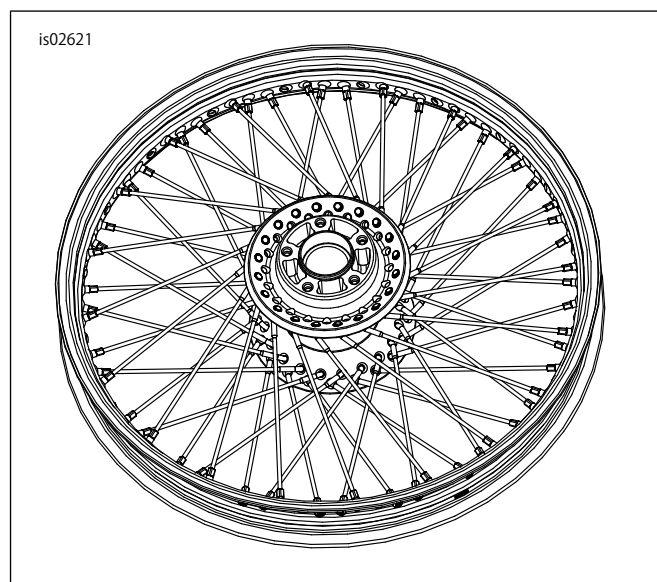

図7。アウタースポークの取り付け
7. 図7を参照してください。ブレーキディスク側を下に向けてリムを置きます。アウター列スポークをハブに取り付けます。スポークを反時計回りに曲げ、リムホールに挿入します。スポークニップルを軽く組み立てます。